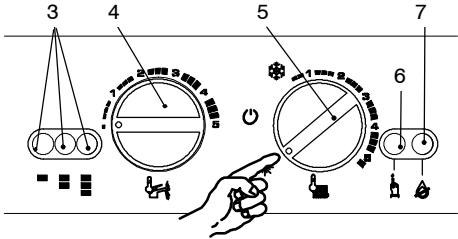

fig. 9.9
- 2 Posicionar el selector de función / manopla de regulación temperatura calefacción, como se indica en fig. 9.9